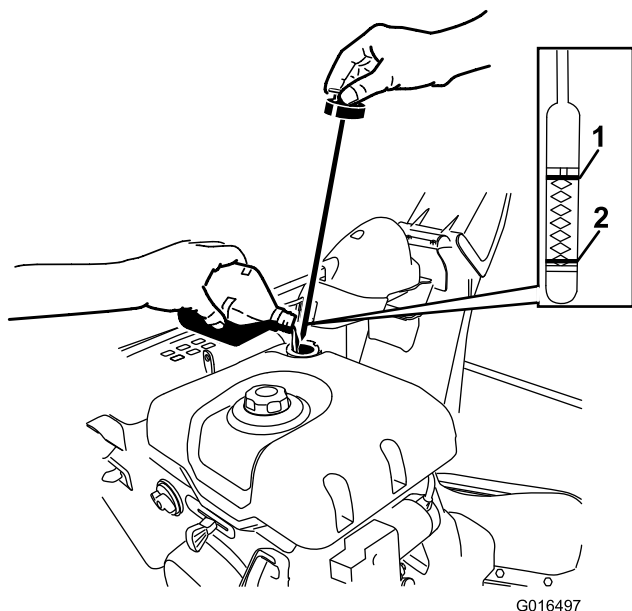

Рисунок 40
2. Выньте масломерный щуп и проверьте уровень масла (Рисунок 40). Если уровень масла находится ниже отметки Add (Добавить), то добавьте масла в двигатель. См. Замена масла в двигателе \(страница 25\)